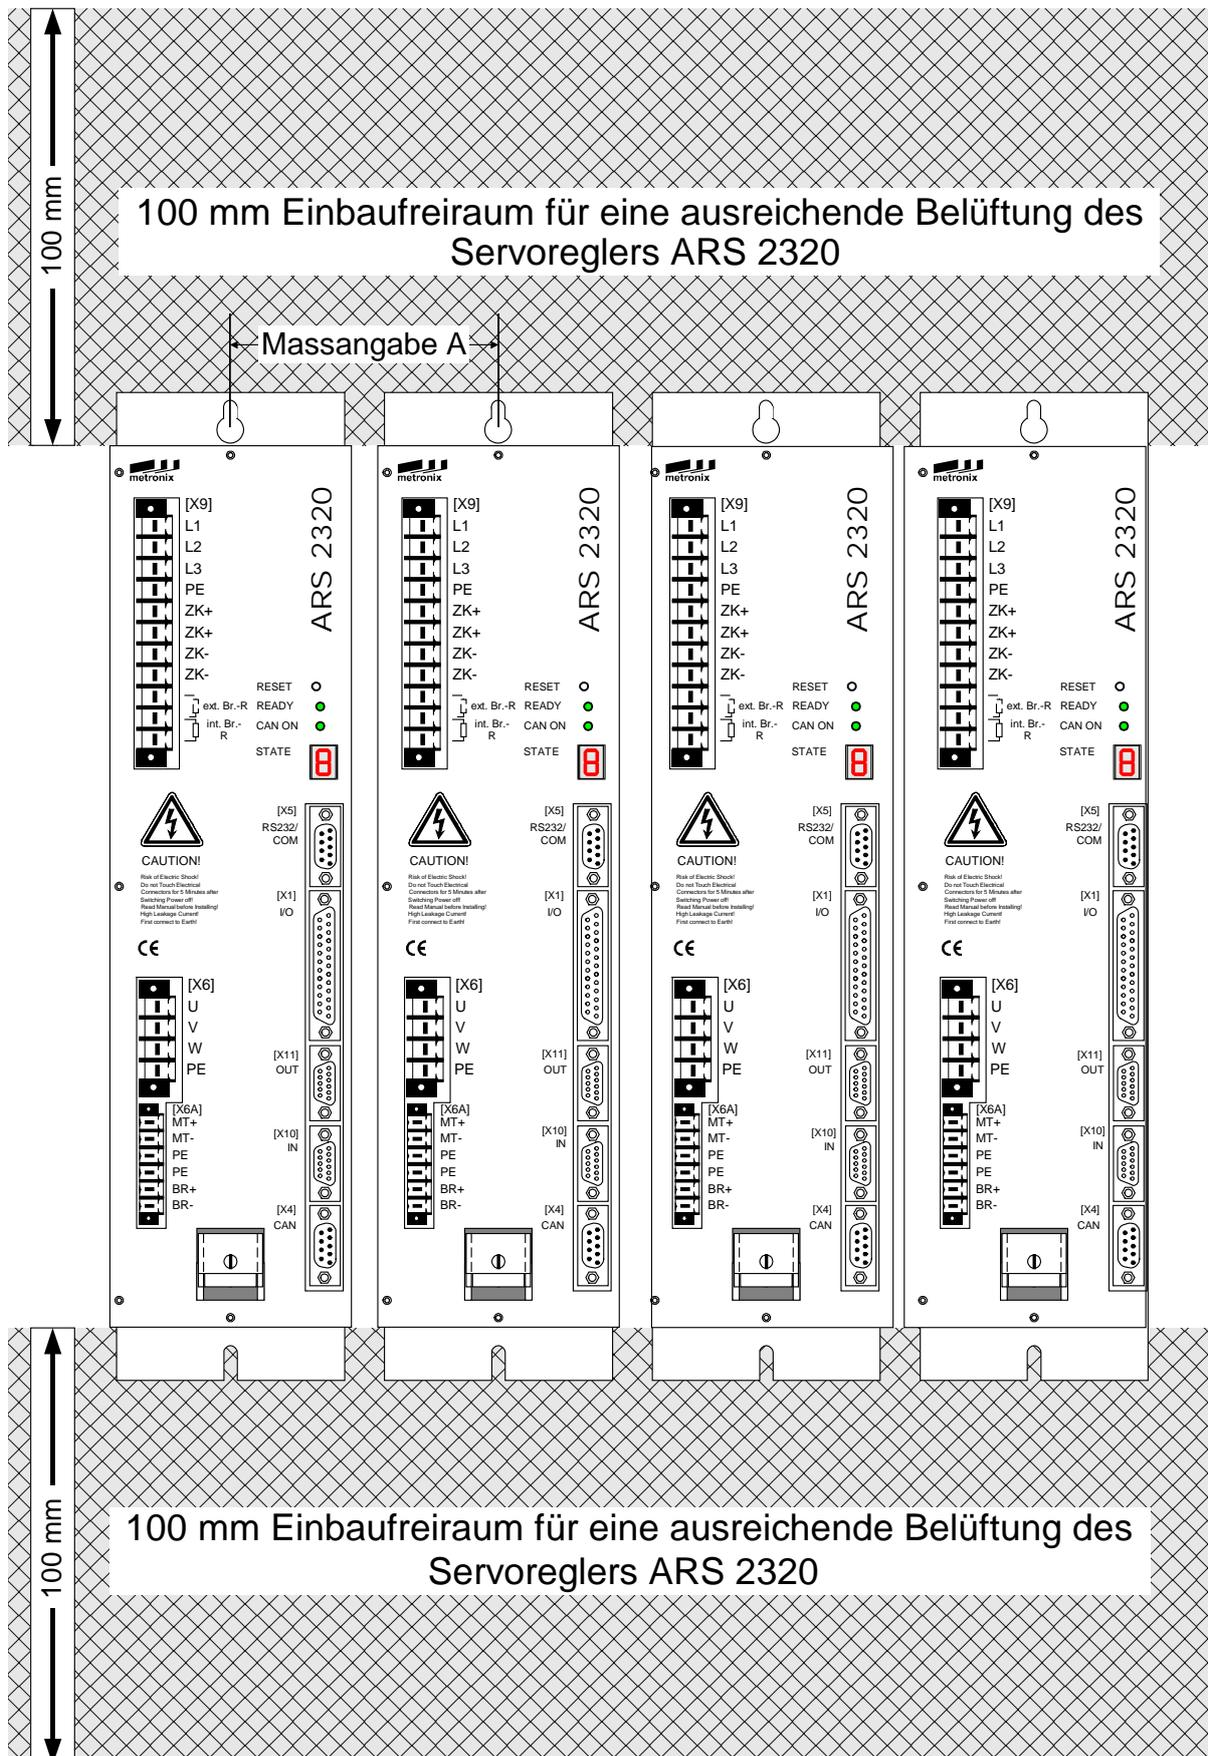

Abbildung 15: Servoregler ARS 2320: Einbaufreiraum
- ARS 2320 von 95 mm (siehe *Abbildung 15*)